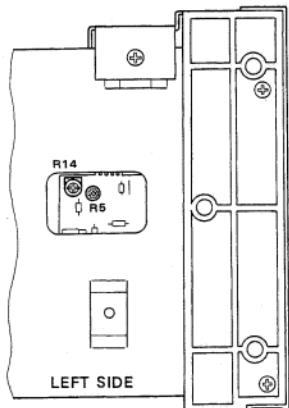

Fig. 4-11
8. Set the Pitch Control to its center position, play the middle portion of the test tape and adjust semi-fixed resistor R14 on the Pitch Control Switch Assembly (Fig. 4-11) until the frequency counter reads $3000\text{ Hz} \pm 5\text{ Hz}$.
11. Play the test tape and adjust semi-fixed resistor R5 on the Pitch Control Switch Assembly (Fig. 4-11), until the counter reads $3000\text{ Hz} \pm 5\text{ Hz}$.
8. ピッチ・コントロールをセンターに合わせ、テスト・テープの中間部を再生し、周波数カウンタが $3000\text{ Hz} \pm 5\text{ Hz}$ を示すようにピッチ・コントロール・スイッチ PCB の半固定抵抗 R14 (図4-11) を回して調整する。
11. テスト・テープを再生し、周波数カウンタが $3000\text{ Hz} \pm 5\text{ Hz}$ を示す様にピッチ・コントロール・スイッチ PCB の半固定抵抗 R5 (図4-11) を回して調整する。